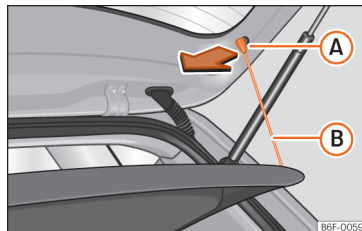

Abb. 142 Im Gepäckraum: Gepäckraumabdeckung aus- und einbauen.
- Hängen Sie die Haltebänder »» (Abb. 142) **B** aus den Aufnahmen **A** aus.
- Hängen Sie die Haltebänder »» (Abb. 142) **B** an der Heckklappe ein.